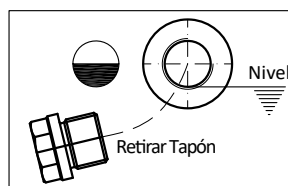

Fig. 36-1 : Control de nivel
Si la atmósfera contiene gases corrosivos, ambiente con polvillo sílice u otros contaminantes, consulte a su proveedor de lubricante. Las capacidades aproximadas de aceite para posiciones de montaje estándar se indican en la Tabla 36-1. La cantidad de aceite indicada en el presente catálogo no es exacta. Para determinar la cantidad de aceite recomendada, retire el tapón del equipo y verifique el nivel correcto determinado cuando el lubricante alcanza el borde inferior de la rosca (Fig. 36-1).
- Suministre aceite a través del tapón de llenado ubicado en la parte superior de la unidad, controle retirando el tapón de nivel de la unidad , el volumen adecuado se logra cuando el lubricante alcanza el borde inferior de la rosca (Fig. 36-1).
- Para inspeccionar, se retira el tapón de nivel de la unidad, el lubricante debe alcanzar el borde inferior de la rosca (Fig. 36-1). El equipo no debe estar en marcha, porque el nivel de aceite medido en esas condiciones será incorrecto.